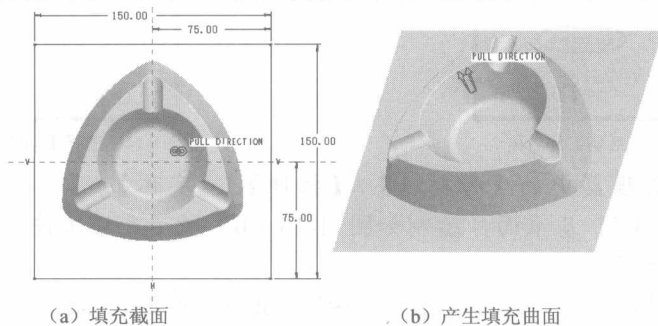

图1-19 绘制填充曲面
16. 选择菜单栏中的【编辑】/【填充】命令，选择 MAIN_PARTING_PLN 基准面为草绘平面，绘制如图 1-19 (b) 所示的填充曲面，填充截面如图 1-19 (a) 所示。